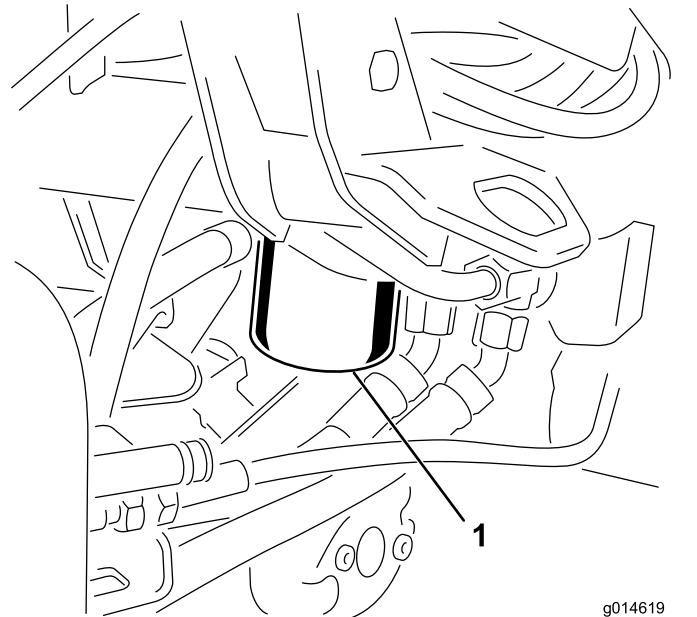

Figura 49
1. Limpie la zona de montaje del filtro (Figura 49). Coloque un recipiente debajo del filtro y retire el filtro.